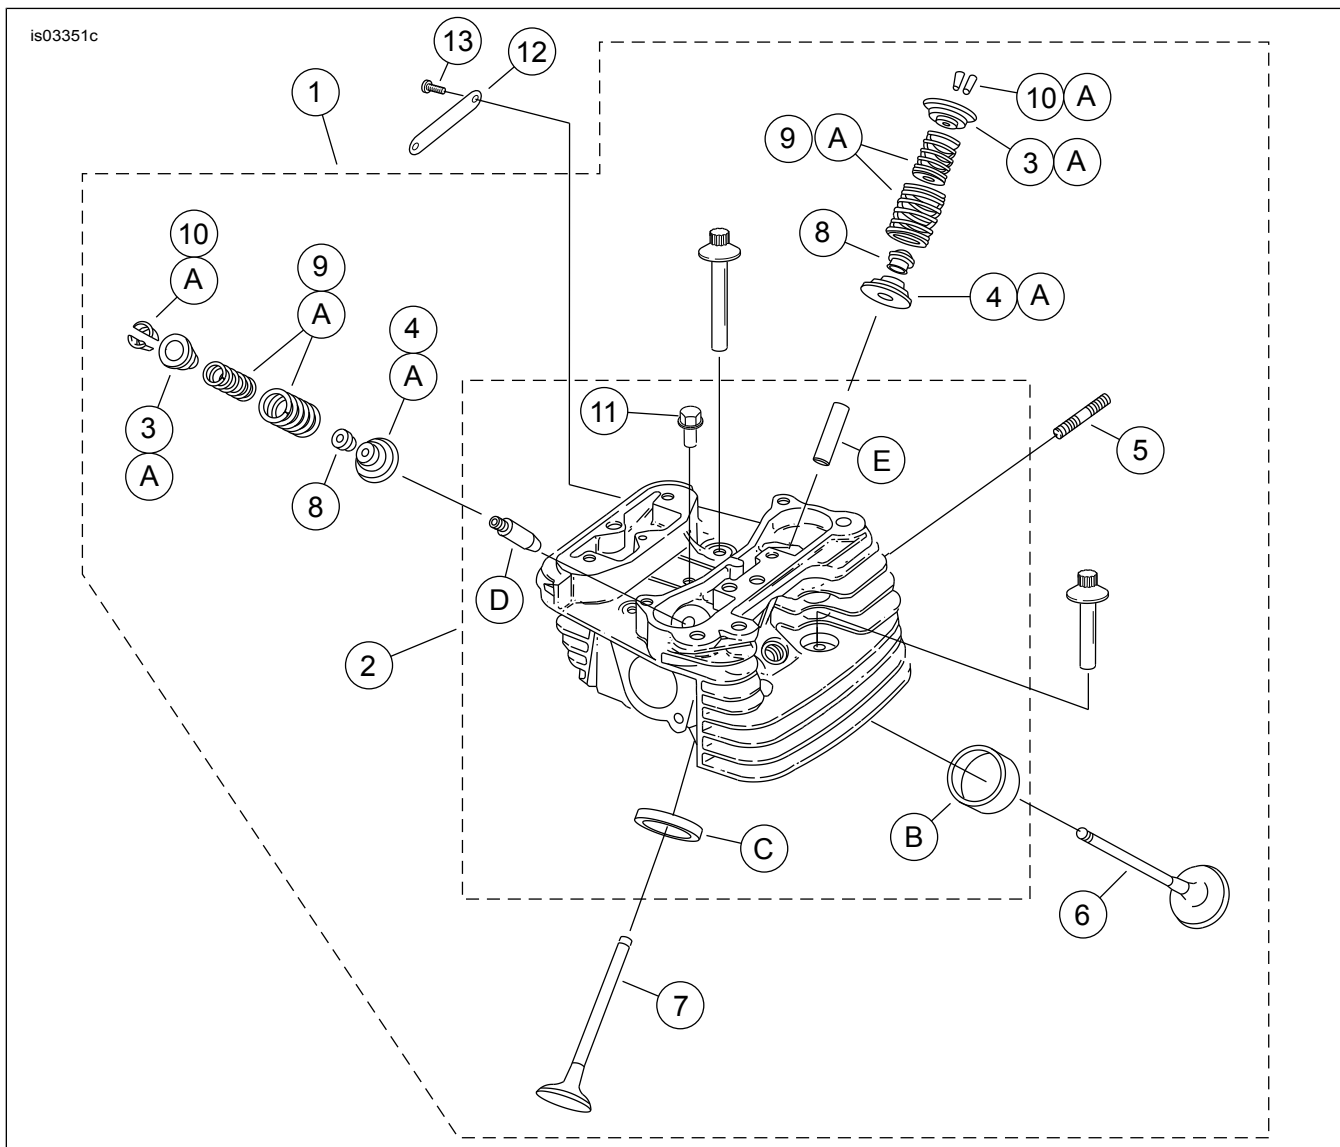

Figura 9. Parti di ricambio: Motore SE120R Screamin' Eagle Pro, da competizione
Vedere Figura 9. Le testate di ricambio (1) hanno stemmi "CNC PORTED" (Luci modificate con macchine CNC). Se lo si desidera, è possibile riutilizzare o acquistare stemmi "120R" nuovi (12).